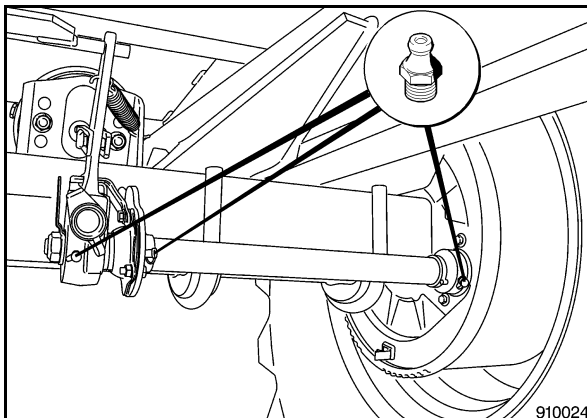

Bild 33
- Schmiernippel der Lagerung Bremsgestänge (Bild 33) an der linken und rechten Seite reinigen.